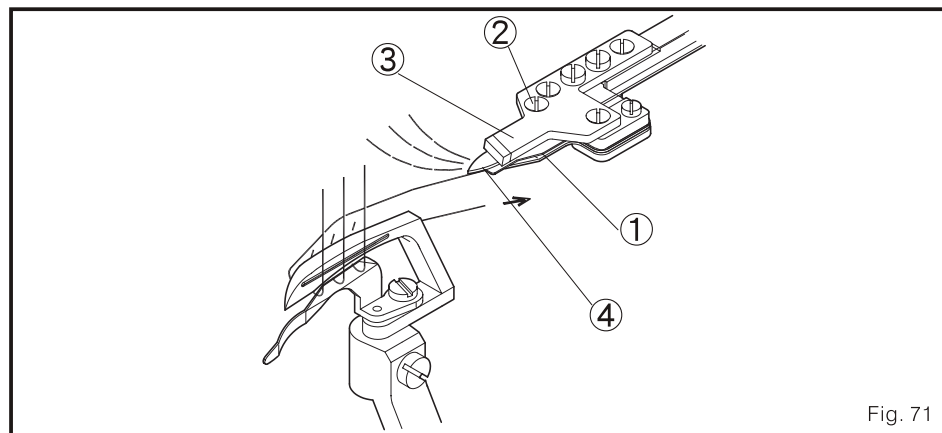

Fig. 71
4. Depois de refilar o fio e o fio do looper, O fio do looper será levado pela faixa da lâmina mola de fio 1 para o ponto seguinte. (Fig. 71)